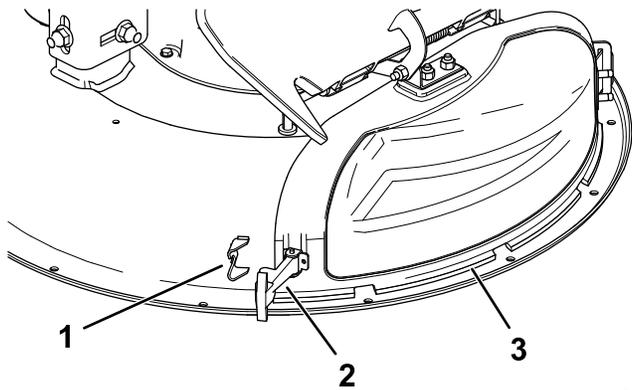

Figura 12
3. Suelte el cierre flexible del retén de la tapa de descarga y gire la tapa de descarga hacia la derecha (Figura 12).
- Sujete la tapa de descarga a la carcasa enganchando el cierre flexible de la tapa de descarga en el retén de la carcasa (Figura 12).